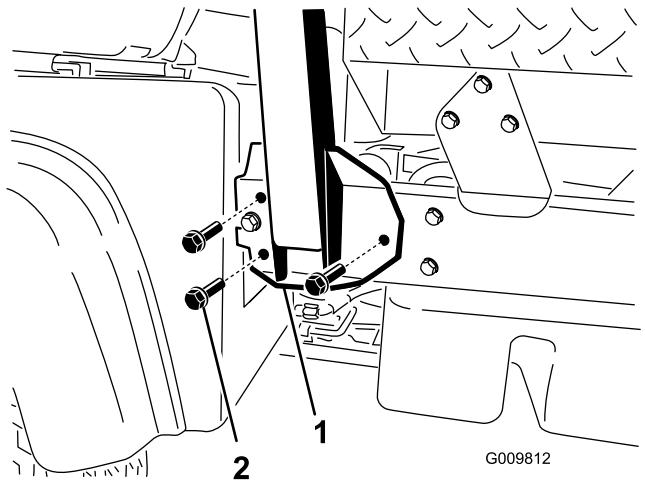

Figure 3
- Placez chaque côté de l'arceau de sécurité en face des trous de montage de chaque côté du cadre de la machine (Figure 3).
- Fixez le support de l'arceau de sécurité de chaque côté du cadre de la machine au moyen de 3 boulons à embase (½ x 1¼ po) (Figure 3).